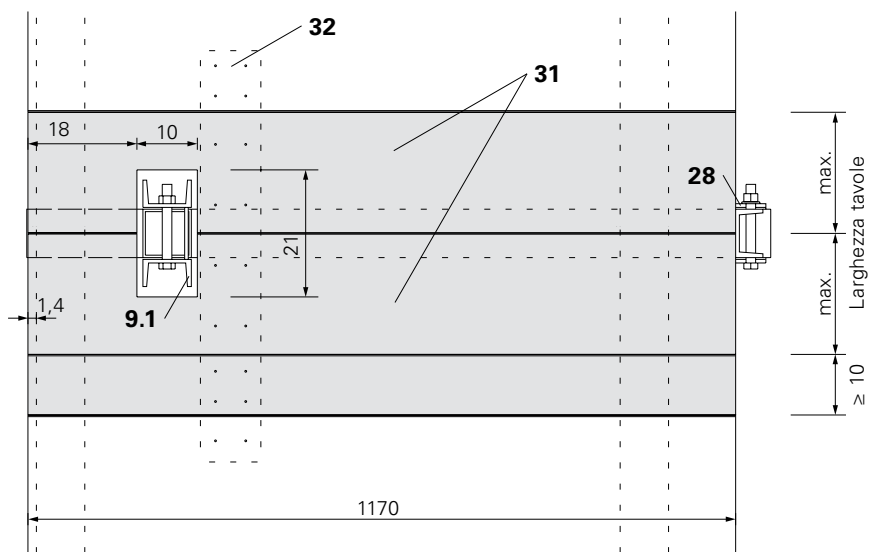

Fig. A2.07
- L'impalcato si divide centralmente sul traverso della passerella CB (28).
- Le tavole (31) ai lati del montante anteriore CB 225 (30) devono essere intere.
- Larghezza delle tavole nell'area di compensazione ≥ 100 mm. (Fig. A2.07)